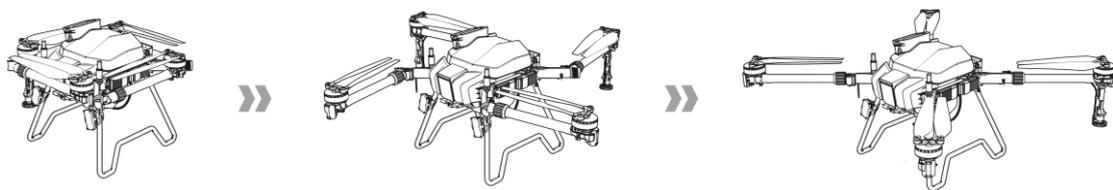

Figura 1-33 Despliegue del Brazo
Step 3: Despliega los brazos según la Figura 1-33.